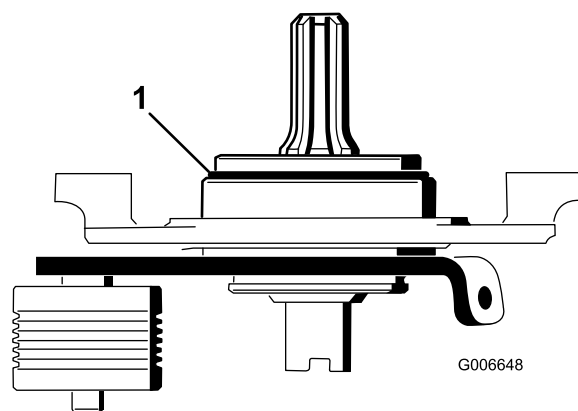

**Figure 22**
19. À l'aide de l'outil pour arbre d'entraînement de cylindre, retirez l'insert cannelé de l'extrémité moteur de cylindre de l'arbre (Figure 22). Utilisez l'outil pour arbre d'entraînement de cylindre réf. TOR4112 sur les modèles 03665 & 03666 et l'outil réf. TOR4074 sur les modèles 03685 & 03686. Éliminez toute la graisse du trou fileté où se trouvait l'insert cannelé.
20. Montez le nouvel insert cannelé (plus long) sur l'arbre de cylindre (Figure 22). Appliquez du Loctite bleu sur les filets de l'insert avant de le monter. Serrez à un couple de 116 à 129 Nm.